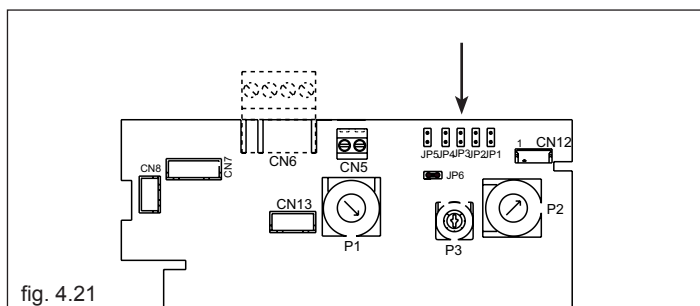

fig. 4.21
- sulla scheda di controllo (fig. 4.21):